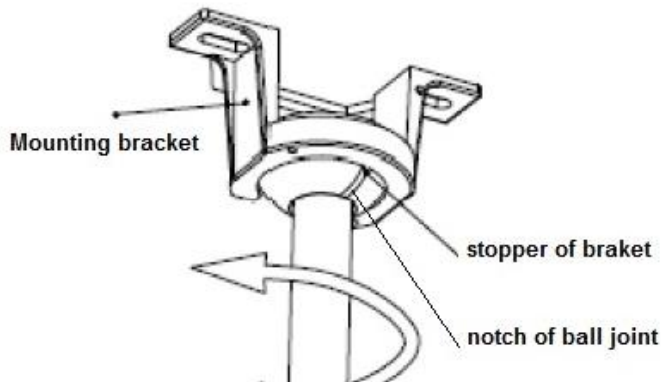

Fig. 7
- Levante el modulo de ventilador sobre el soporte de montaje. Fig.7